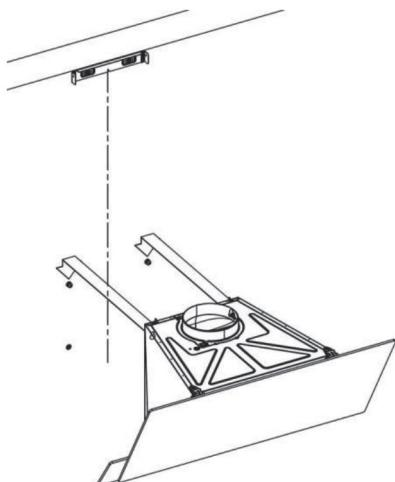

Рис. 13
5) Повесьте вытяжку, привинтив ее в точках А и В, соблюдая зазор между головкой винта и стеной 5 мм. (Рисунок 13)